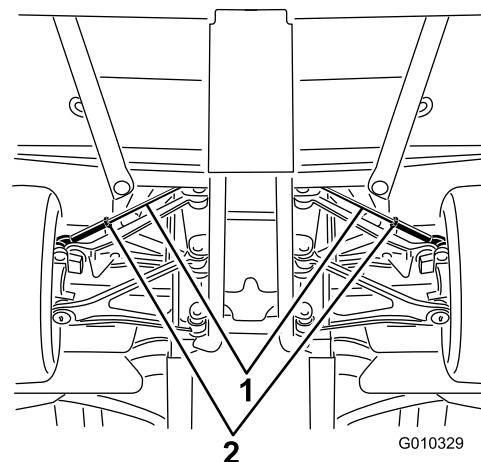

Figura 56
- A. Desaperte a porca de bloqueio no centro da barra de direcção (Figura 56).